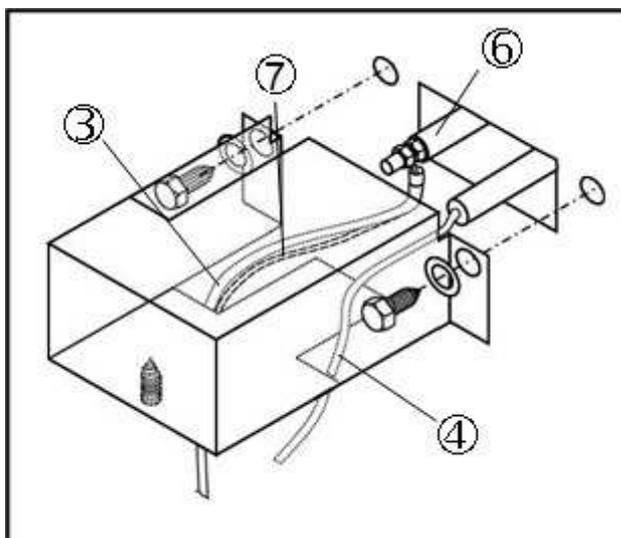
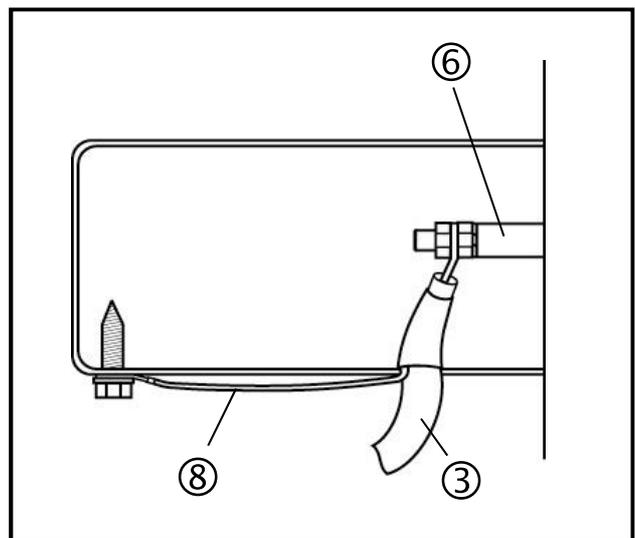

Fig. 14: Montaje de la protección contra descargas
Fig. 15: Sección de la protección contra descargas
- ⇒ Conecte el cable de ignición con puesta a tierra (4) con el electrodo de ignición (6) (Fig. 14). Fije la puesta a tierra (8) del cable con un tornillo de chapa metálica de cabeza hexagonal en el diámetro interior de la protección contra descargas. Asegúrese que el asentamiento es correcto. (Fig. 15)